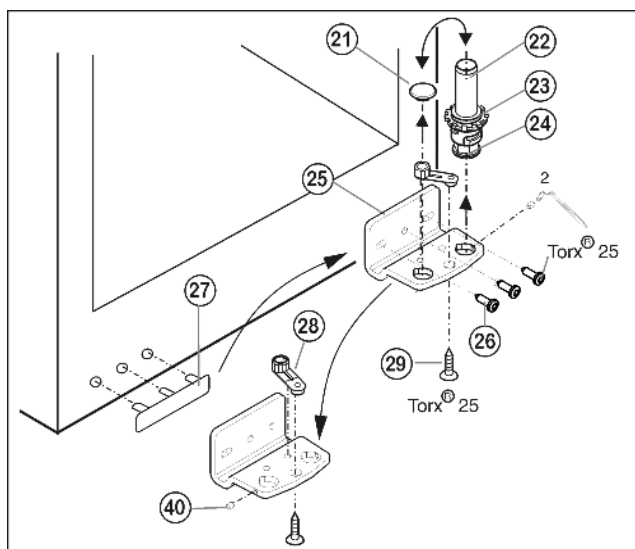

Fig. 6
- ▶ Отвинтите установочный винт Fig. 6 (40) приблизительно на один оборот прилагаемым торцевым ключом.
- ▶ Извлеките опорный винт Fig. 6 (22) в комплекте с шайбой Fig. 6 (23) и регулируемой опорой Fig. 6 (24), вывинчивая его вверх.
- ▶ Снимите пробку Fig. 6 (21).
- ▶ Открутите Fig. 6 (26) опорный кронштейн Fig. 6 (25).
- ▶ Полностью выкрутите установочный винт Fig. 6 (40) и вкрутите на противоположной стороне на нижнем опорном кронштейне, чтобы он был заподлицо с этим кронштейном.
- ▶ Открутите Fig. 6 (29) опорную деталь Fig. 6 (28) и, переставив в отверстие на противоположной стороне опорного кронштейна, снова прикрутите.
- ▶ Переставьте пробку Fig. 6 (21) в свободное отверстие.
- ▶ Осторожно снимите и переставьте на противоположную сторону крышку со стороны ручки Fig. 6 (27).
- ▶ Снова прикрутите опорный кронштейн Fig. 6 (25) на новой стороне шарнира (с моментом 4 Нм). При необходимости используйте аккумуляторный шуруповерт.
- ▶ Вновь установите опорный винт Fig. 6 (22) в комплекте с шайбой и регулируемой опорой.
- ▶ Затяните установочный винт Fig. 6 (40).
- ▶ Установите дверцу сверху на нижний опорный палец Fig. 6 (22).
- ▶ При необходимости выровняйте дверцы через два продольных паза в нижнем опорном кронштейне Fig. 6 (25) параллельно корпусу устройства. Для этого выкрутите средний винт.